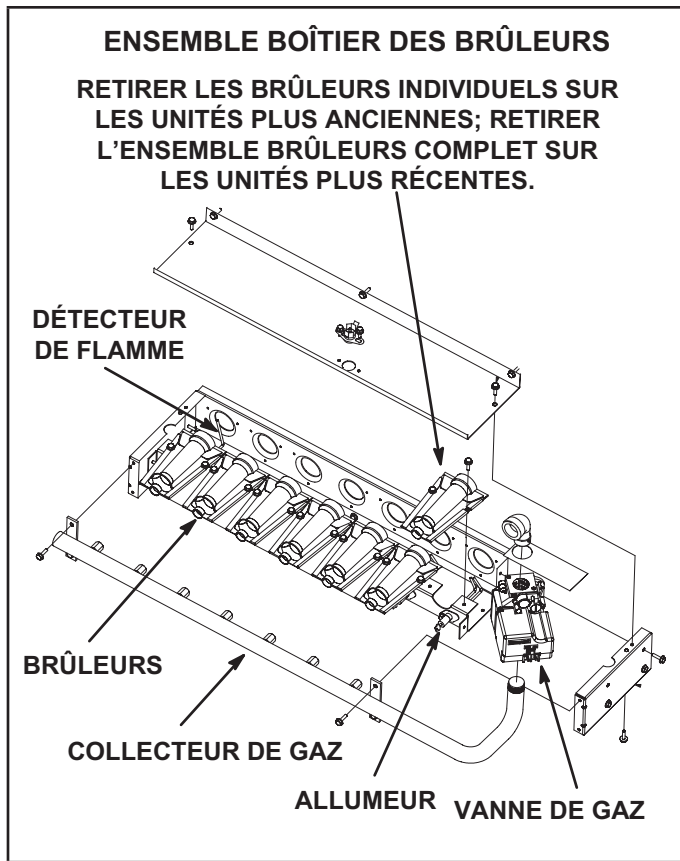

FIGURE 32
- 4 - Retirer les vis maintenant les brûleurs sur le support de brûleurs et soulever chaque brûleur séparément ou l'ensemble brûleurs complet des orifices. Voir FIGURE 32. Les nettoyer au besoin.
- 6 - Remettre les brûleurs et les vis maintenant les brûleurs. Voir FIGURE 32.